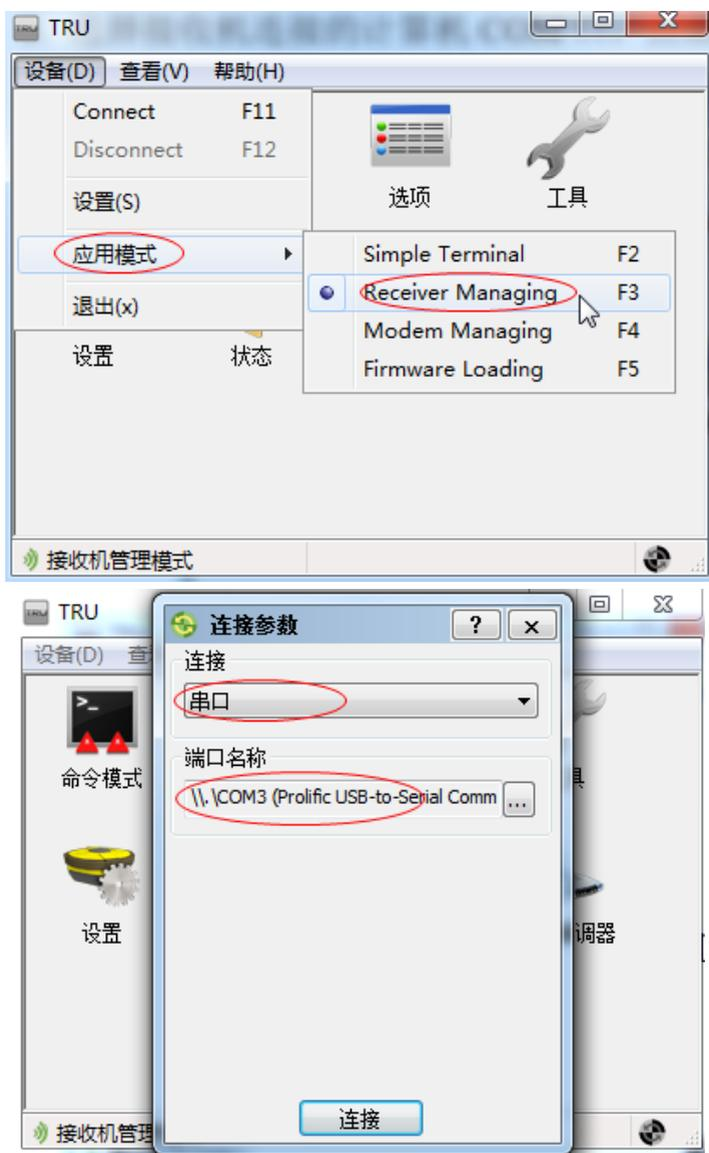

图 2-18 TRU—连接 (1)
2. 运行 TRU，点击 Device→Application mode→Receiver Managing（设备→应用模式→接收机管理）（图 2-18）。